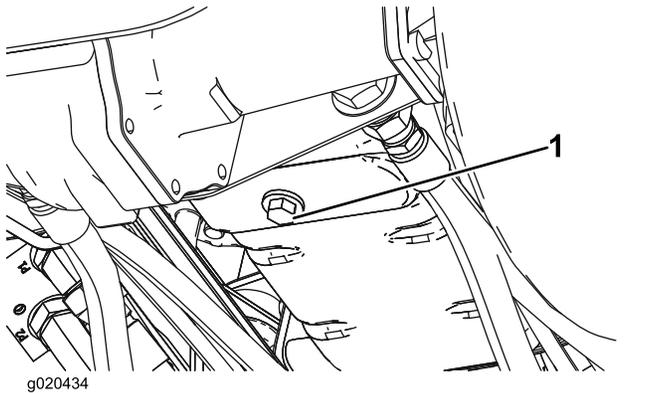

Figura 74
1. Retire el tapón de vaciado (Figura 74) y deje fluir el aceite a un recipiente apropiado. Cuando todo el aceite se haya drenado, instale el tapón de vaciado.